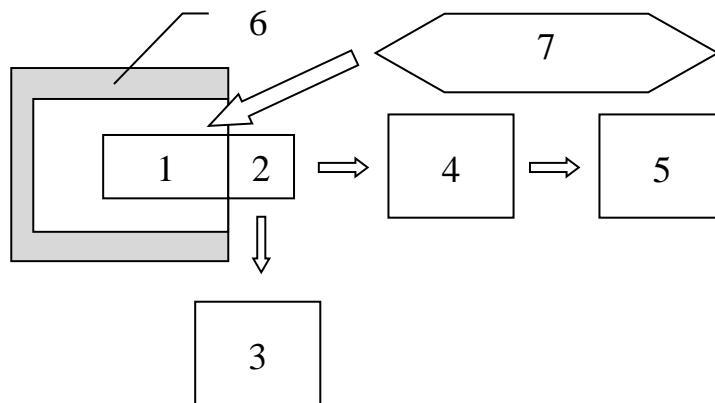

Рис. 1. Функциональная блок-схема комплекса.
1.6.1 Функциональная блок-схема комплекса представлена на Рис. 1.